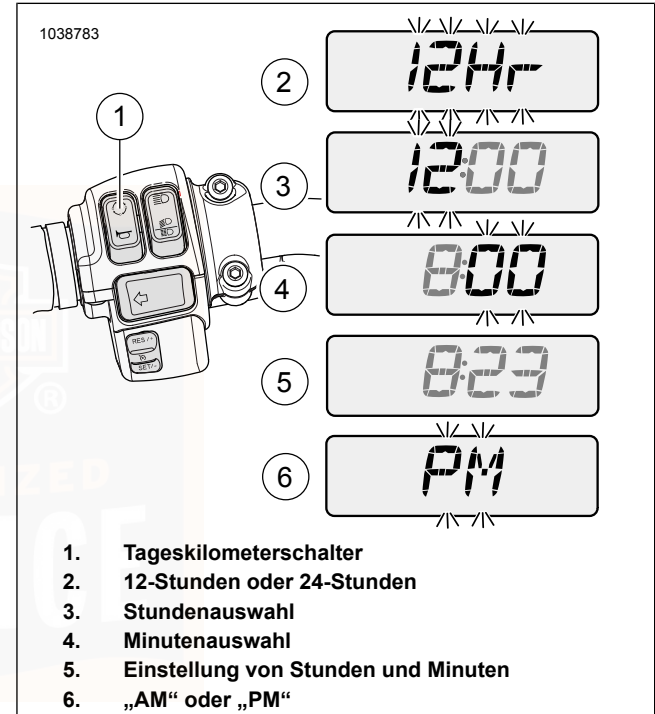

Abbildung 33. Zeitanzeigen
2. Siehe Abbildung 33. Den Tageskilometerschalter (1) mehrmals drücken, bis die Uhrzeit (Stunden und Minuten) erscheint. Den Tageskilometerschalter so lange drücken, bis auf der Anzeige die Angabe „12Hr“ (12-Stunden-Format) (2) zu blinken beginnt. Den Schalter loslassen.
4. Wenn das gewünschte Zeitformat angezeigt wird, den Tageskilometerschalter so lange drücken, bis die Stundenanzeige (3) zu blinken beginnt.
6. Wenn der richtige Stundenwert angezeigt wird, den Tageskilometer-Rückstellschalter so lange gedrückt halten, bis die Minutenanzeige (4) zu blinken beginnt.
8. Wenn die richtige Minutenzahl angezeigt wird (5), den Tageskilometerschalter so lange drücken, bis die Auswahlanzeige für AM oder PM (erste/zweite Tageshälfte) (6) erscheint.